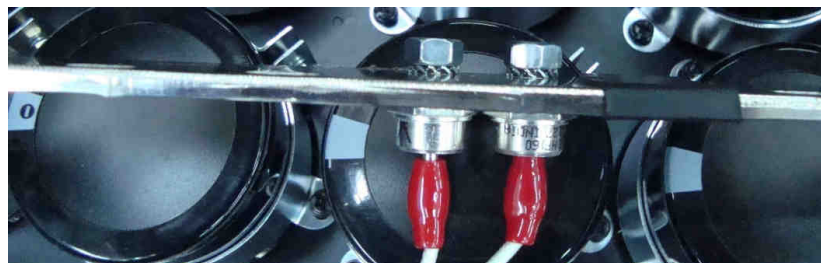

Рис. 7.11
7.5.5. Установить резьбовой вывод диода предзаряда в отверстие на объединительной шине «+», закрепив его гайкой с пружинной шайбой (рис. 7.11).